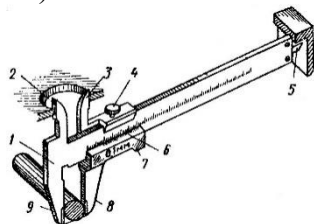

Рис. 1. Конструктивные элементы штангенциркуля.
10. Выбрать правильный ответ (рис.1.):
Если необходимо произвести измерения с большей точностью, пользуются приборами, снабженными нониусами. **НОНИУСОМ** называется дополнительная шкала, которая позволяет более точно отсчитать доли наименьшего деления основной шкалы. При использовании нониуса можно повысить точность измерения в 10-20 раз. Например, **ЛИНЕЙНЫЙ НОНИУС** представляет собой небольшую линейку *C* со шкалой, скользящую по основной линейке *A* (рис.1). Причем все *m* делений нониуса равны по длине (*m-1*) делениям шкалы линейки *A*. Если *a*- цена деления нониуса, *b*- цена деления основной шкалы, то
Измерения при помощи нониуса проводят следующим образом. Один конец измеряемого предмета совмещают с нулевым делением основной шкалы *A*, другой- с нониусом *C* (рис.1).